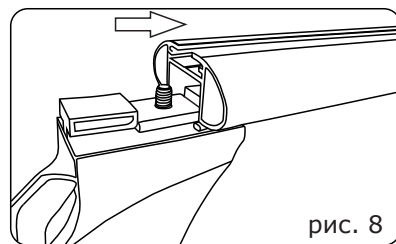

рис. 8
2.8 Возьмите подготовленную опору и вставьте её в дугу так, чтобы металлическая гайка и направляющие опоры попали в паз. Доведите опору по пазу дуги до касания с ранее установленной линейкой (рис.8).